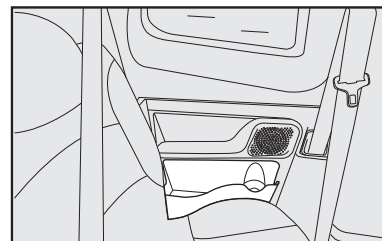

fig. 151
- Alojamiento para altoparlantes en la lateral trasera de la Strada Doble Cabina **fig. 151**.